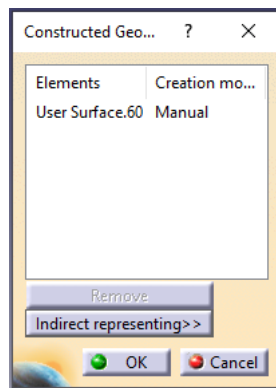

Ilustración 49
**Constructed Geometry Management:** Esta herramienta, está destinada a mostrar información sobre aquella geometría auxiliar que está relacionada con las referencias, es decir, con los datums, de tal manera que al lanzarla en una captura, se debe pulsar el datum que sea necesario, y el plano sobre el cual está representado el datum aparecerá el siguiente cuadro de dialogo, con aquella geometría que esta referenciada al datum. En el caso de la “Ilustración 49”, una superficie auxiliar: